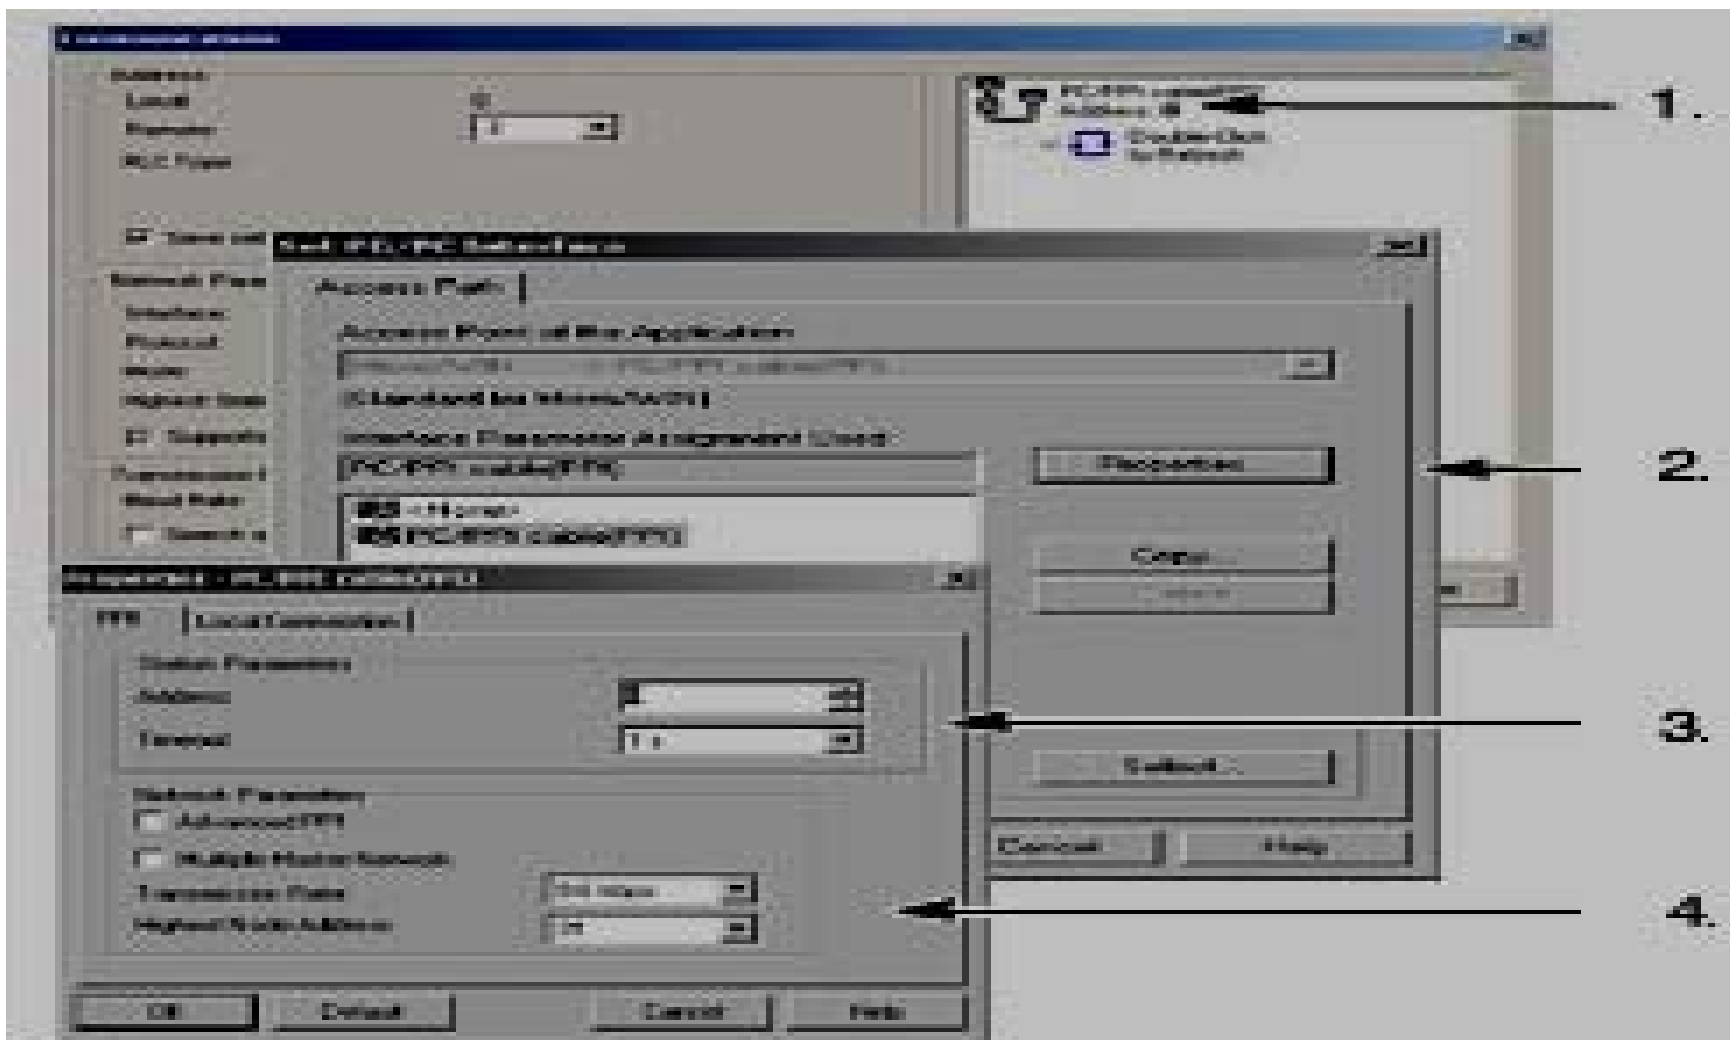

图 7-3
- ◆如图7-3所示，为**STEP 7--Micro/WIN**配置波特率和站地址非常简单。在操作栏中点击通讯图标，然后执行以下步骤：